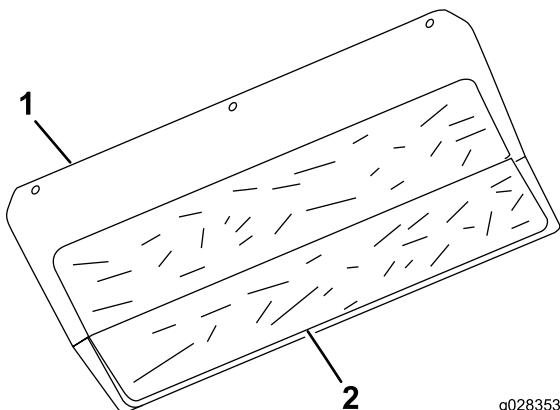

Figura 4
6. Retire el papel protector y fije la cara el material autoadhesivo del protector térmico al lado del motor del panel trasero, según se muestra en Figura 4.